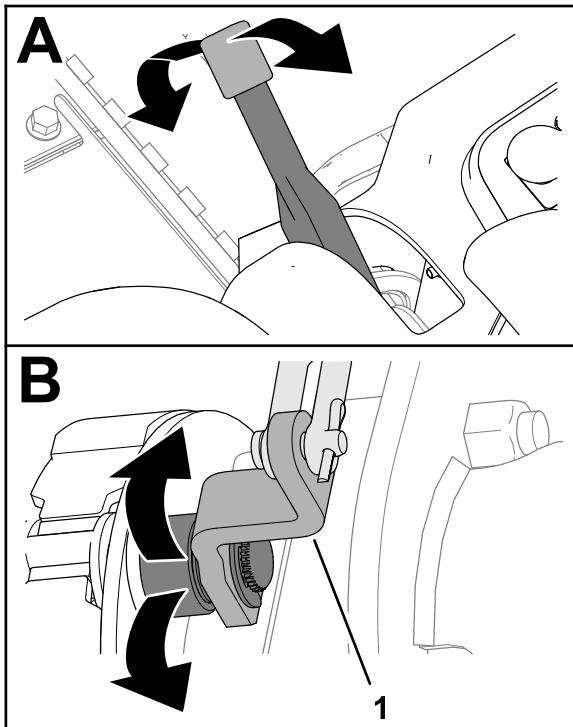

Figura 67
2. Spostate verso l'alto e verso il basso la leva del freno di stazionamento per verificare che la leva della camma del freno si muova liberamente (Figura 67).